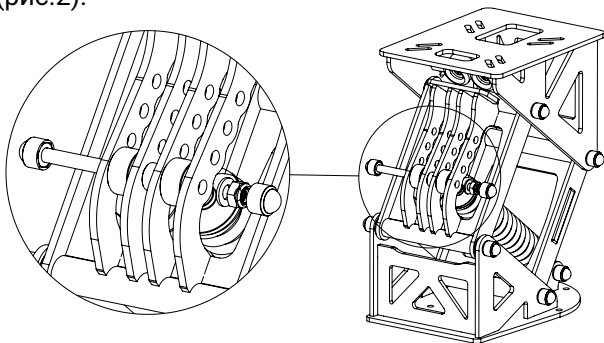

Рис. 2.
4. Для того, что бы изменить место положение амортизаторов необходимо снять пластиковый колпачёк и отвернуть гайку со шпильки. Вынуть шпильку и вставить её в нужное отверстие, подставив амортизаторы и промежуточную втулку. Как показано на (рис.2).